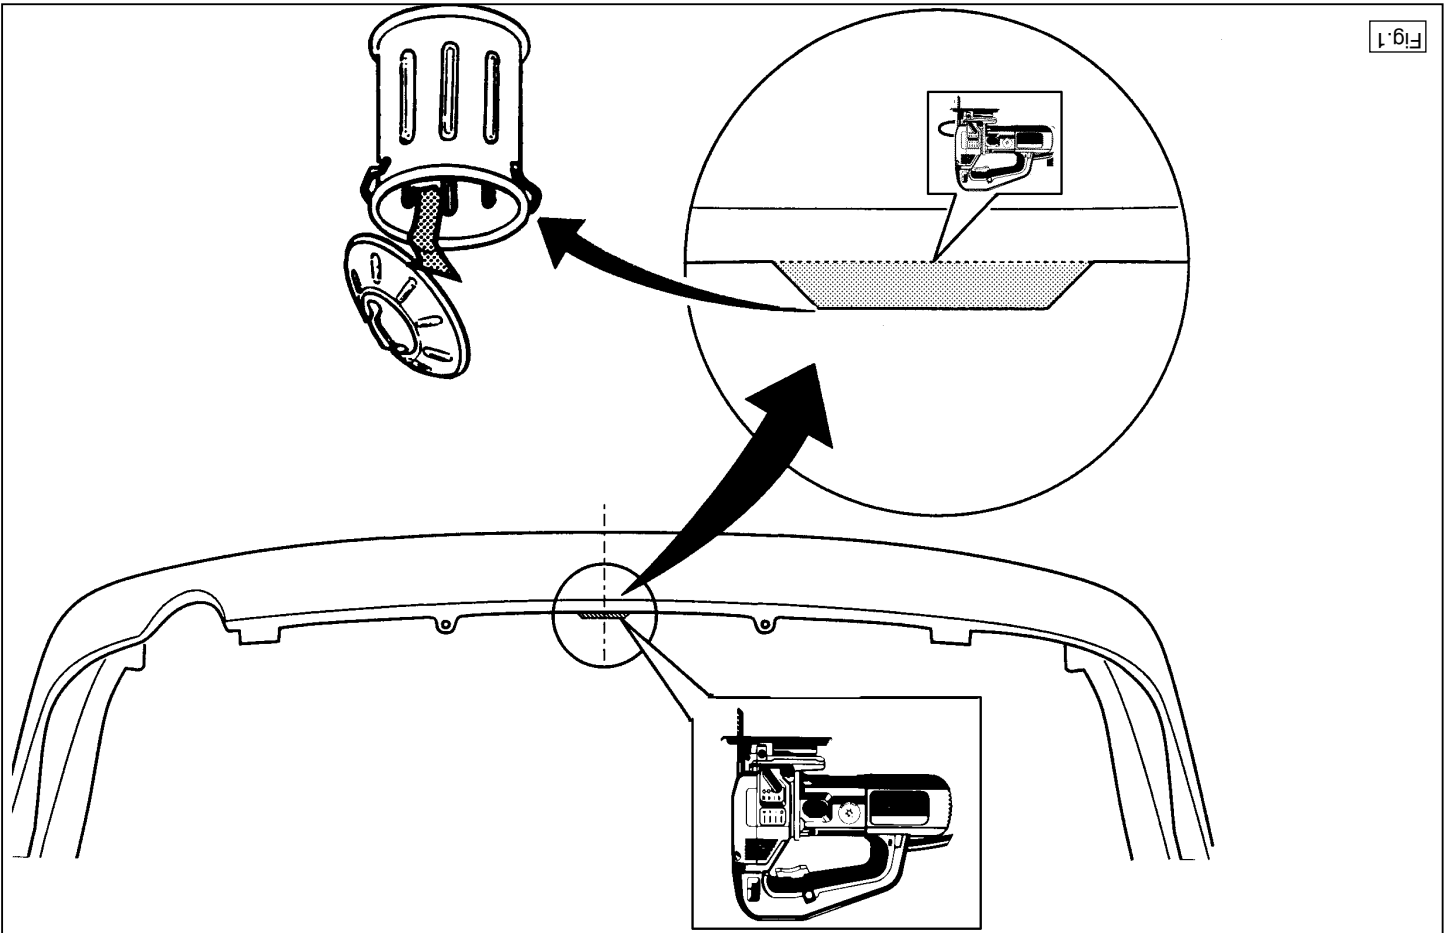

Fig.1
1. Demonteer de bumper. Let op! Achter het spatbord en in de kofferbak dient men de moeren te verwijderen. Zaag, indien aanwezig, overeenkomstig fig.1 de lip van de onderzijde van de bumper.
1. Remove the bumper. Take care! The M6 nuts behind the mud guard in the boot should be removed. Saw the lip off the underside of the bumper as shown in fig.1
1. Demonter le pare-chocs. Attention ! Il faut enlever les écrous M6 situés derrière l'aile et dans le coffre. Scier la languette du dessous du pare-chocs, conformément à la fig.1.
1. Die Stoßstange abmontieren. Achtung! Hinter dem Kotblech und im Kofferraum sind die M6-Muttern zu entfernen. Gemäß fig.1 die Lippe von der Unterseite der Stoßstange absägen.
1. Stötfångaren demonteras. Obs! Bakom stänkskyddet samt i bagageutrymmet demonteras muttrarna M6. Fliken sågas från stötfångarens undersida. Se fig.1.
1. Desmontar el parachoques. ¡Atención! Detrás del guardabarros y dentro del maletero hay que retirar las tuercas M6. Serrar de acuerdo con la fig.1 la lengüeta del lado inferior del parachoques.
1. Demontér kofangeren. Obs! Bag stænkæørmen og i bagagerummet monteres de anbragte M6 møtrikker. Sav ifølge fig.1 hagen af på kofangerens underside.
1. Smontare il paraurti. Attenzione! Rimuovere i bulloni dietro il parafrangente e all'interno del bagagliaio. Segare via la linguetta dalla parte inferiore del paraurti, come indicato in fig.1.